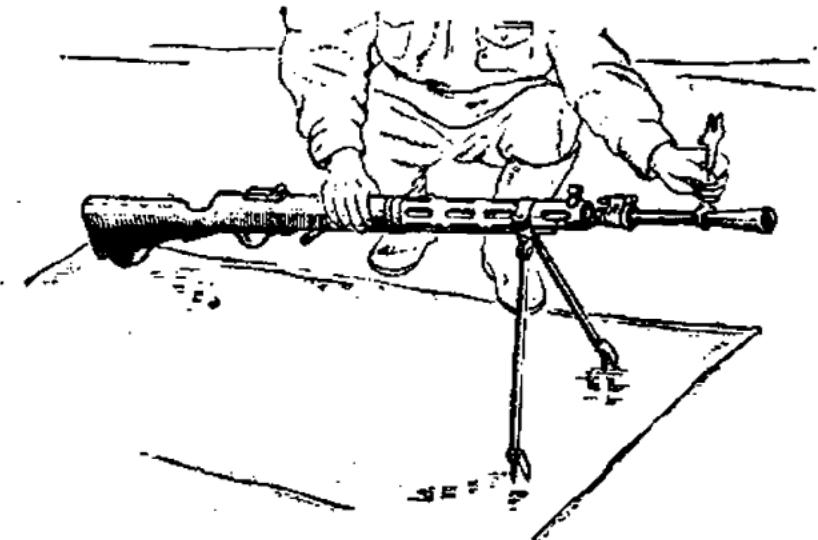
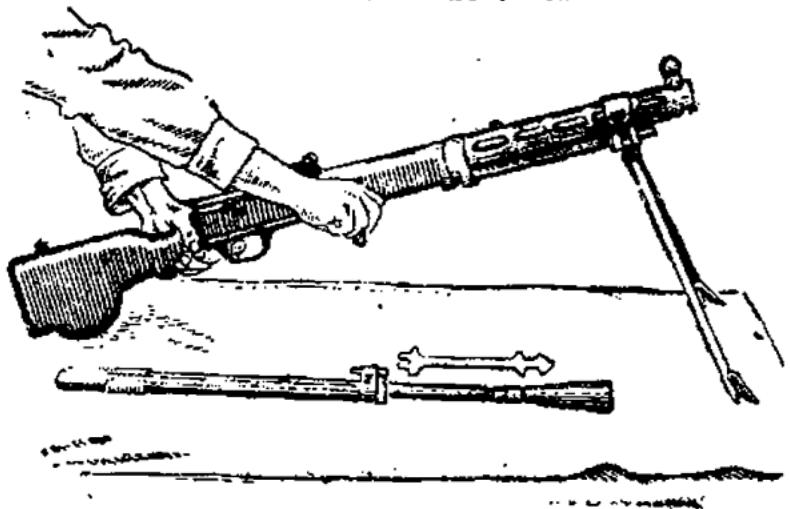

Рис. 9. Отделение ствола
Рис. 10. Подача затворной рамы вперед
2. Отделить ствол: а) отвести затворную раму за рукоятку назад; б) находясь с левой стороны пулемёта и придерживая его правой рукой за ствольную коробку, большим пальцем этой руки нажать замыкатель доотказа (в пулемётах первых годов изготовления повернуть ручку замыкателя назад до заскока соска в выемку на стенке коробки); в) левой рукой наложить ключ снизу в вырезы на дульной части ствола и повернуть ключ кверху (рис. 9); затем, слегка пошатывая ствол, вытянуть его несколько вперед; г) отпустив замыкатель, подхватить ствол правой рукой и осторожно вынуть его из кожуха; д) нажав на предохранитель и спусковой крючок левой рукой, правой, придерживая рукоятку, подать затворную раму в переднее положение (рис. 10).